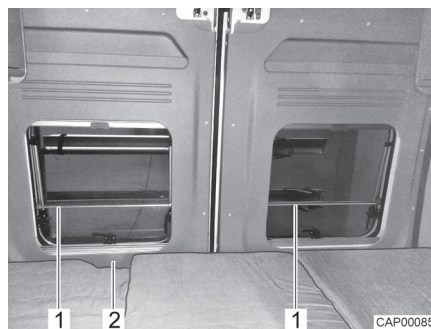

Bild 32 Herausfallschutz (Längsheckbett)
- ▷ Die Fenster der Hecktüren sind mit einem Herausfallschutz (Bild 32,1) ausgestattet. Die Hecktür kann über den Durchgriff (Bild 33,2) von innen geöffnet werden.